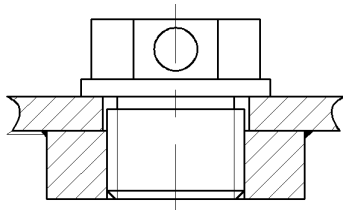
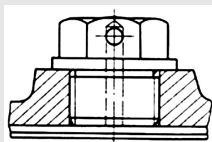

图 3-89 绘制视孔盖
图 3-90 通气器
⑰ 单击“默认”选项卡“绘图”面板中的“直线”按钮 $\swarrow$ ，绘制视孔盖，效果如图 3-89 所示。
注意：通气器多安装在视孔盖上或箱盖上。当安装在钢板制视孔盖上时，用一个扁螺母固定，为防止螺母松动脱落到箱内，将螺母焊在视孔盖上，如图 3-89 所示。这种形式结构简单，应用广泛。安装在铸造视孔盖或箱盖上时，要在铸件上添加螺孔和端部平面，如图 3-90 所示。